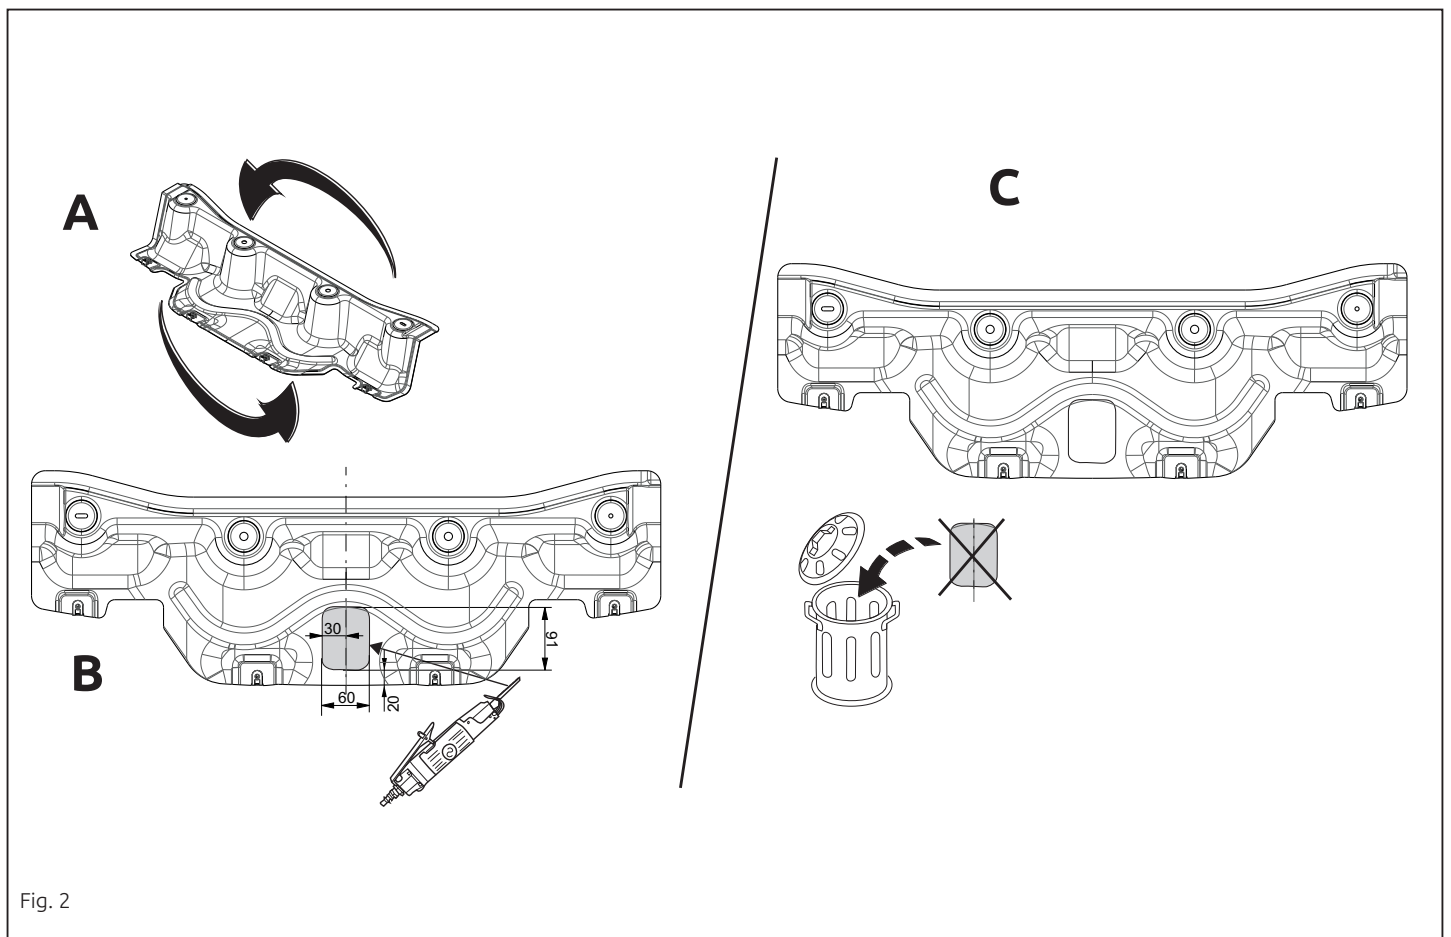

Fig. 2
5. **Please note, if necessary:** Saw a portion out of the cover plate as shown in figure 2.
6. **Hinweis (soweit erforderlich):** Gemäß Abb. 2 einen Teil aus der Abdeckplatte heraussägen.
6. **Внимание! При необходимости:** Выпилить часть из закрывающей пластины, как указано на рис. 2.